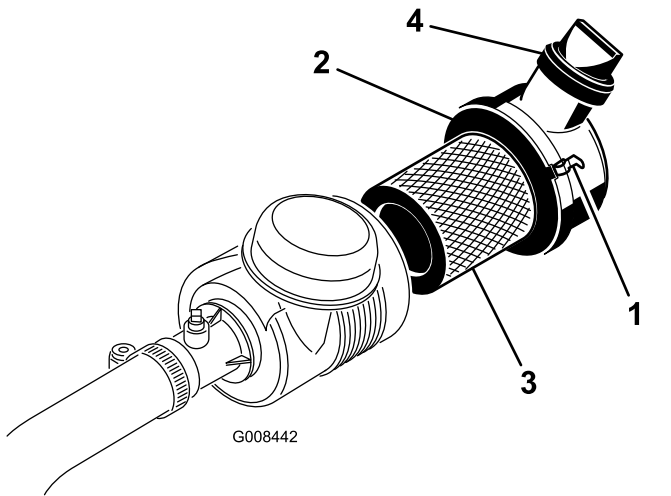

図 32
- エアクリーナのカバーをボディーに固定しているラッチを外す(図 32)。
- カバーとボディがラッチで確実に固定されていることを確認する 図 32。